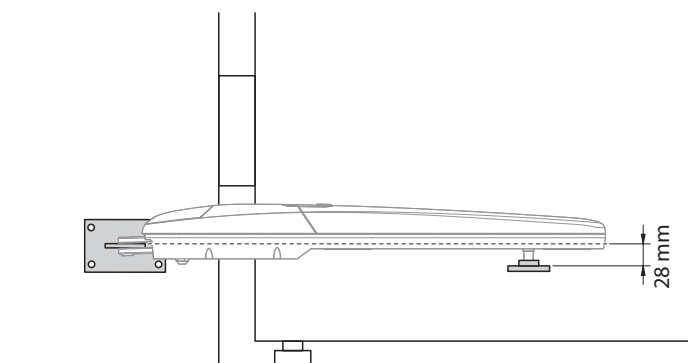

Fig. 4
**⚠ ATTENTION!** - Avant de fixer l'étrier arrière, vérifiez si la zone de fixation de l'étrier avant se trouve dans une zone solide du vantail, car cet étrier devra être fixé à une hauteur différente de l'étrier arrière. (Fig. 4).
02. Etablissez la hauteur à laquelle positionner l'étrier avant, en vous aidant de la fig. 4;